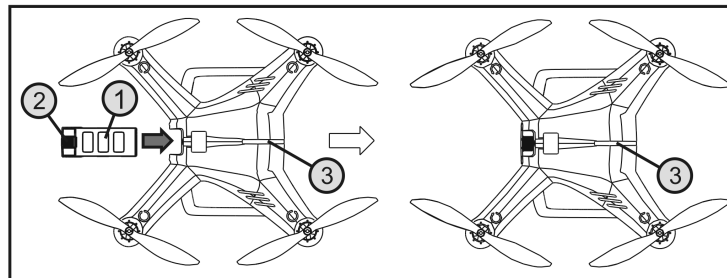

Figura 7
Ora spingere l'accumulatore spento (vedere figura 7, pos. 1) con i contatti dei terminali di ricarica in avanti nel quadricottero. Premere leggermente la superficie corrugata del meccanismo di blocco dell'accumulatore (vedere figura 7, pos. 2) in modo che la linguetta di bloccaggio scatti in posizione.